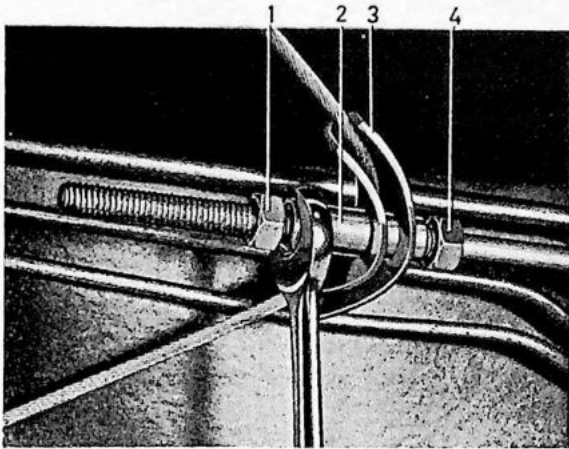

Fig. 5-71. Het bijstellen van de kabel
6. Bedien het handremhandel en controleer of er volledig remeffekt wordt verkregen bij het 3e of 4e tandje. Indien het mogelijk is de handrem verder omhoog te trekken, moet de kabel gespannen worden. Dit wordt gedaan door de kontramoeren los te draaien en de gaffel op de trekstang in te schroeven, zie Fig. 5-71. Zet na het bijstellen de kontramoeren vast. Controleer of er op beide achterwielen ongeveer hetzelfde remeffekt is.
3. Maak de kontramoeren los en verwijder de gaffel (3, Fig. 5-71) van de trekstang en de kabel.
1. Los, indien nieuwe voeringen of trommels gemonteerd moeten worden de gaffel (3, Fig. 5-71) op om de spanning op de kabel op te heffen.